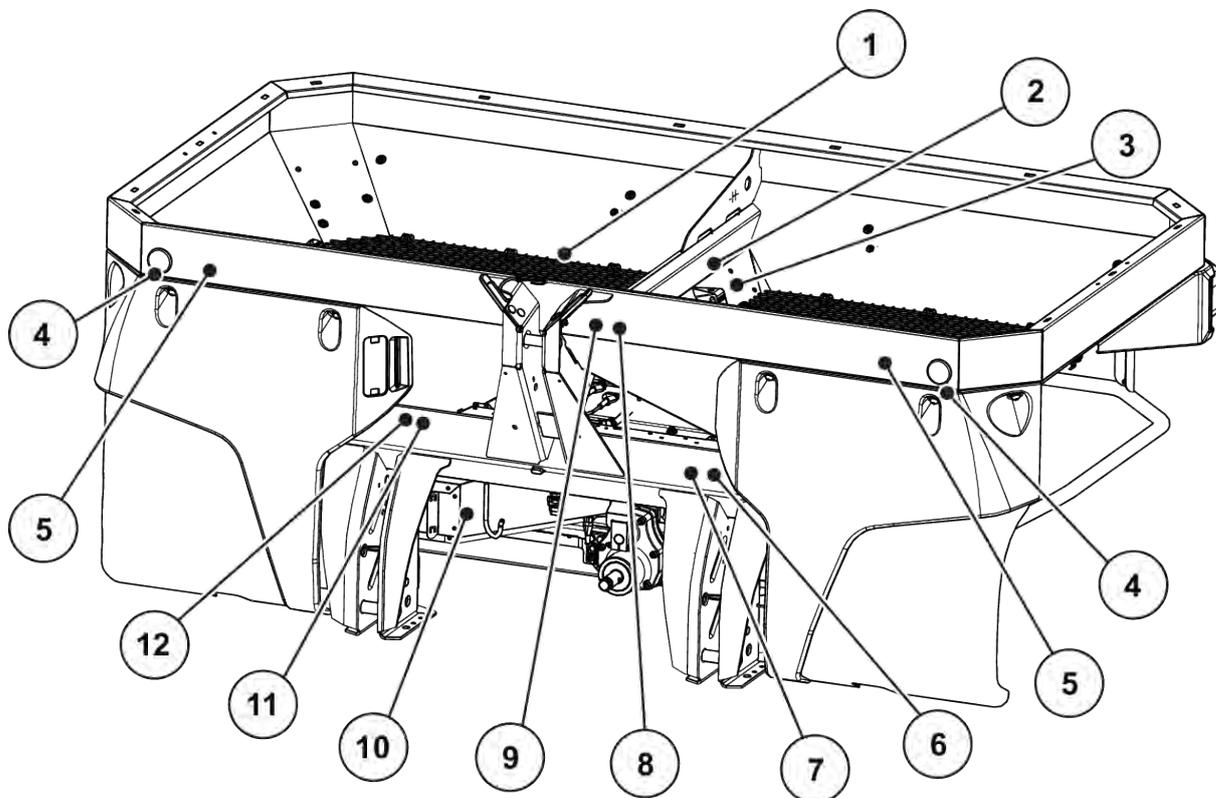

Abb. 2: Schutzeinrichtungen, Aufkleber Warn- und Instruktionshinweise, Vorderseite
Die Maschine ist werkseitig mit einer Beleuchtungseinrichtung und einer vorderen, rückwärtigen und seitlichen Kenntlichmachung ausgerüstet (Anbringung an der Maschine siehe Abb. 2 Schutzeinrichtungen, Aufkleber Warn- und Instruktionshinweise, Vorderseite).
- Schutzeinrichtungen - Siehe *Abb. 2 Schutzeinrichtungen, Aufkleber Warn- und Instruktionshinweise, Vorderseite*